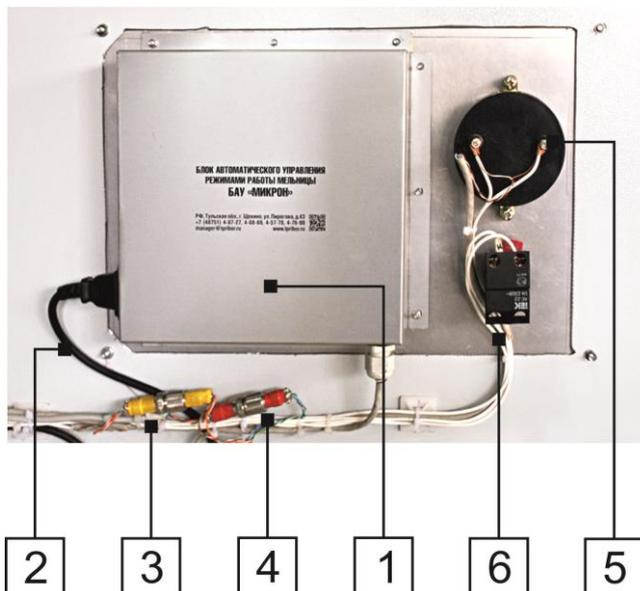

Рис. 29 Замена панели управления.
Для того чтобы демонтировать (Рис. 29) панель управления необходимо обесточить пульт БАУ, отсоединить от основного блока (1) кабель питания (2), рассоединить разъемы (3, 4), отсоединить два провода от амперметра (5) и два провода от кнопки «ОБЩИЙ СТОП» (6), после чего отвернуть четыре гайки М4 и снять панель.